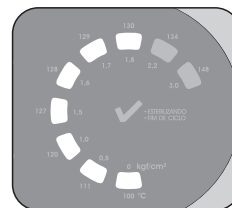

Fig. 6
Após o desbloqueio do equipamento, os 7 primeiros LEDs da barra indicativa de temperatura/pressão permanecerão acesos (Fig. 6), indicando a necessidade de executar o Ajuste de Altitude, que é o primeiro ciclo da autoclave. Realize este procedimento **com a câmara da autoclave vazia (sem materiais, bandeja e suporte)**, seguindo as instruções abaixo:
- 2▶ Durante o aquecimento, o LED **Aquecendo/Secando** se acenderá e os 7 LEDs piscarão (fig. 6). Todo o processo será realizado automaticamente, com uma duração de aproximadamente 15 minutos. Ao fim do procedimento, se acenderá o LED , indicando que o Ajuste de Altitude foi realizado com sucesso. Pressione a tecla  para voltar ao modo inicial. Abra a porta da autoclave e aguarde o resfriamento da câmara (vaso de pressão) para utilizá-la novamente (cerca de 15 minutos).